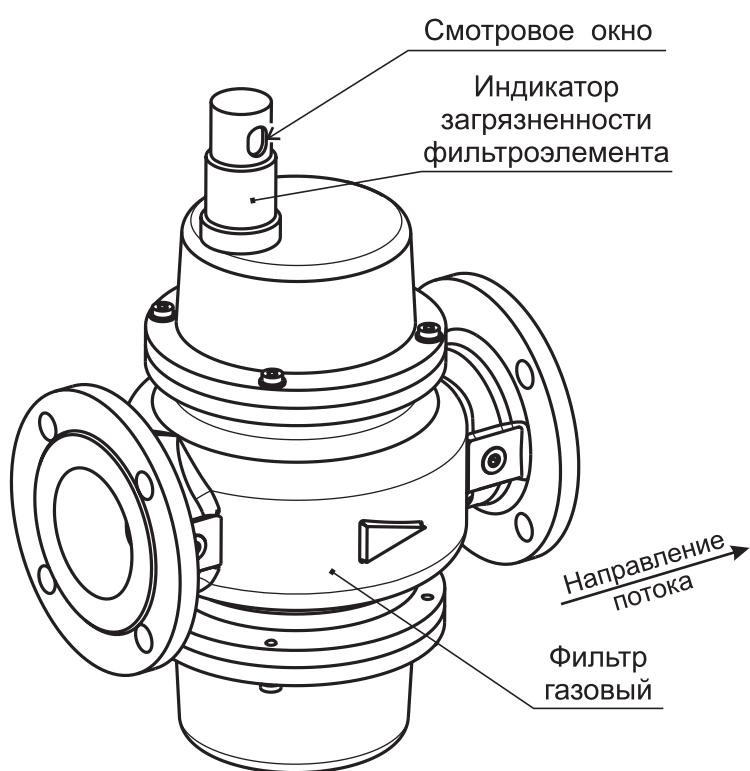

Рис. 21-6. Фильтр газовый с индикатором загрязненности фильтроэлемента
- см. рис. 21-6. Полное перекрытие смотрового окна соответствует перепаду давления 10 кПа;